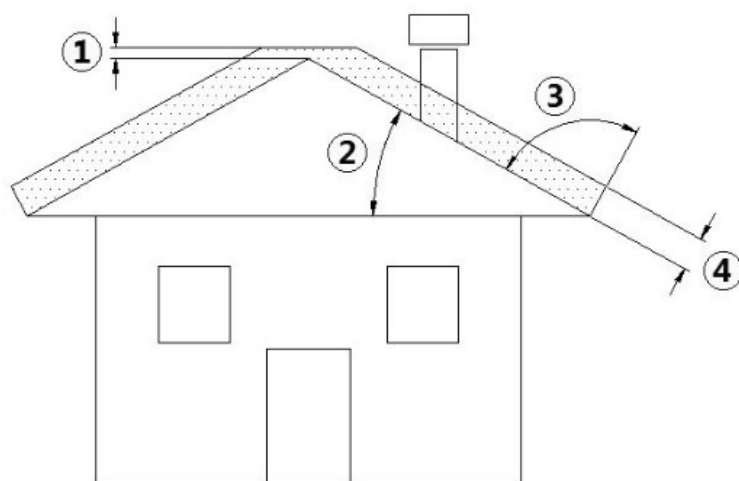

Fig. 4 - Skråtag
TEGNFORKLARING Fig. 4
- Afkasthøjden i atmosfæren skal være uden for tilbageløbsområdet forårsaget af tagkonstruktionen eller andre hindringer i nærhed (se **Fig. 4**).